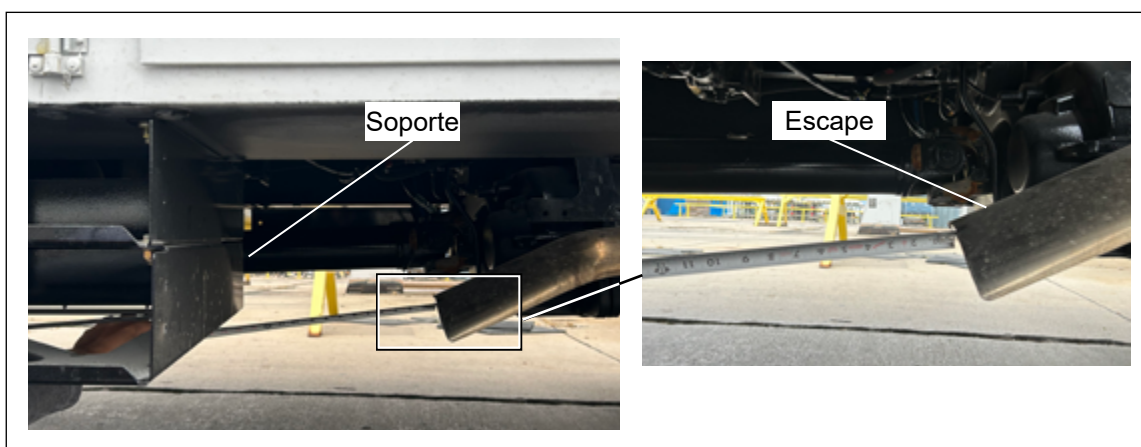

Figura 2 — Medir la distancia entre el soporte de los cojinetes de los estabilizadores y la salida del escape (no se requiere reparación)
4. Coloque una cinta métrica en la punta del escape y mida la distancia desde el escape hasta el soporte de los cojinetes de los estabilizadores (consulte la Figura 2).